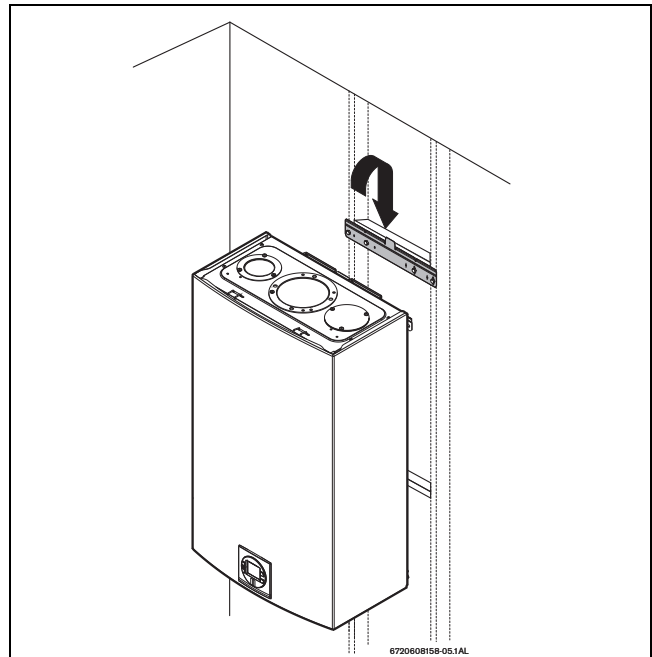

Fig. 31 Montage du chauffe-eau
- Accrocher l'appareil sur le support, voir fig. 31, page 27.